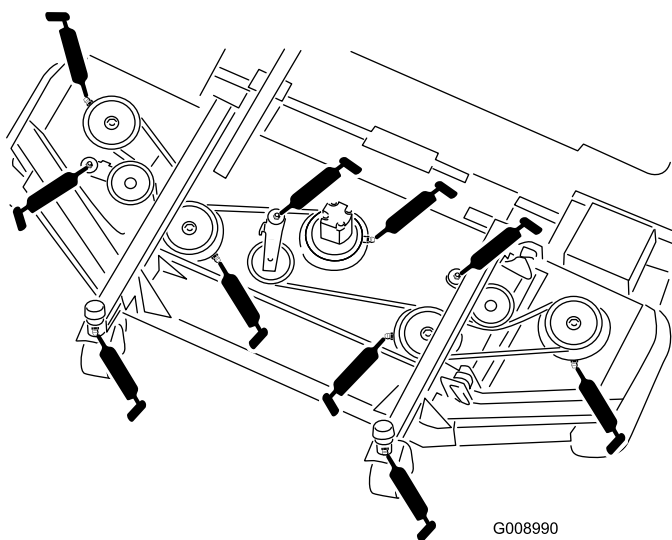

Figura 54
- Casquillos (2) del eje de la horquilla de las ruedas giratorias (Figura 54)
- Cojinetes del eje de la cuchilla (5) (situados en el alojamiento del eje)(Figura 54)
- Casquillos de los pivotes de los brazos tensores (3) (situados en el eje pivotante de cada brazo tensor) (Figura 54)